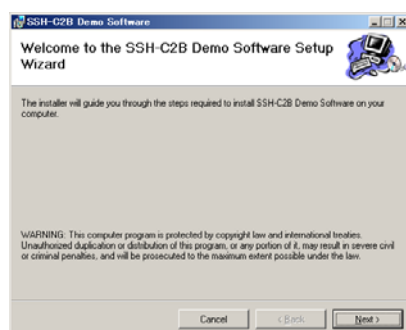

Fig.5-1
2. 表示されたウィンドウ (Fig.5-1) で「Next>」をクリックします。